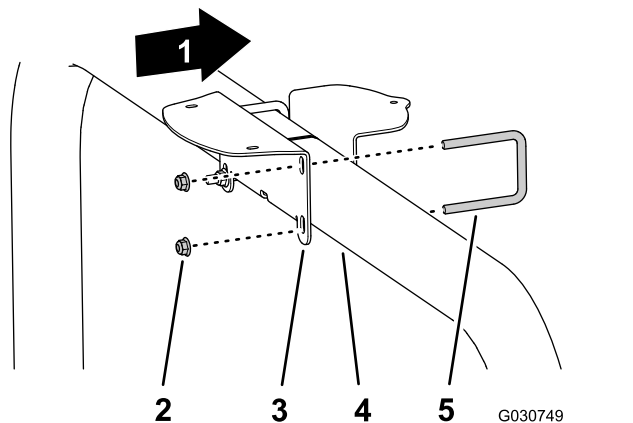

图 149
- 如果您的机器配备了带有广域增强系统WAAS的全球导航卫星系统GNSS请使用 2 个 U 形螺栓和 4 个凸缘锁紧螺母 $\frac{3}{8}$ 英寸将接收器安装支架组装到 ROPS 管上图 149。